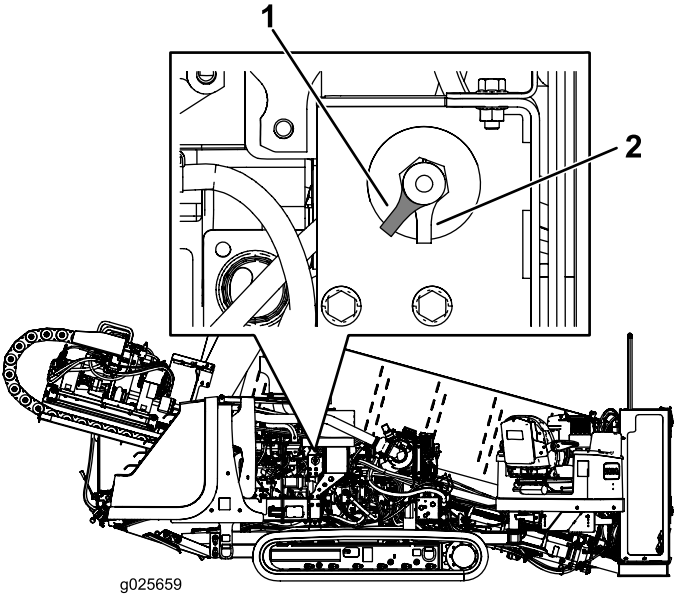

Figure 47
- Pour mettre la machine sous tension, tournez le COUPE-BATTERIE dans le sens horaire à la position SOUS TENSION (Figure 47).
- Pour mettre la machine hors tension, tournez le COUPE-BATTERIE dans le sens antihoraire à la position HORS TENSION (Figure 47).